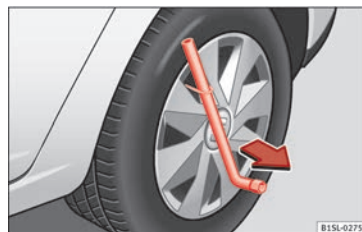

Fig. 51 Démontez l'enjoliveur intégral.
- Introduisez la clé démonte-roue dans le crochet en fil de fer »» fig. 51 puis tirez sur l'enjoliveur dans le sens indiqué par la flèche.